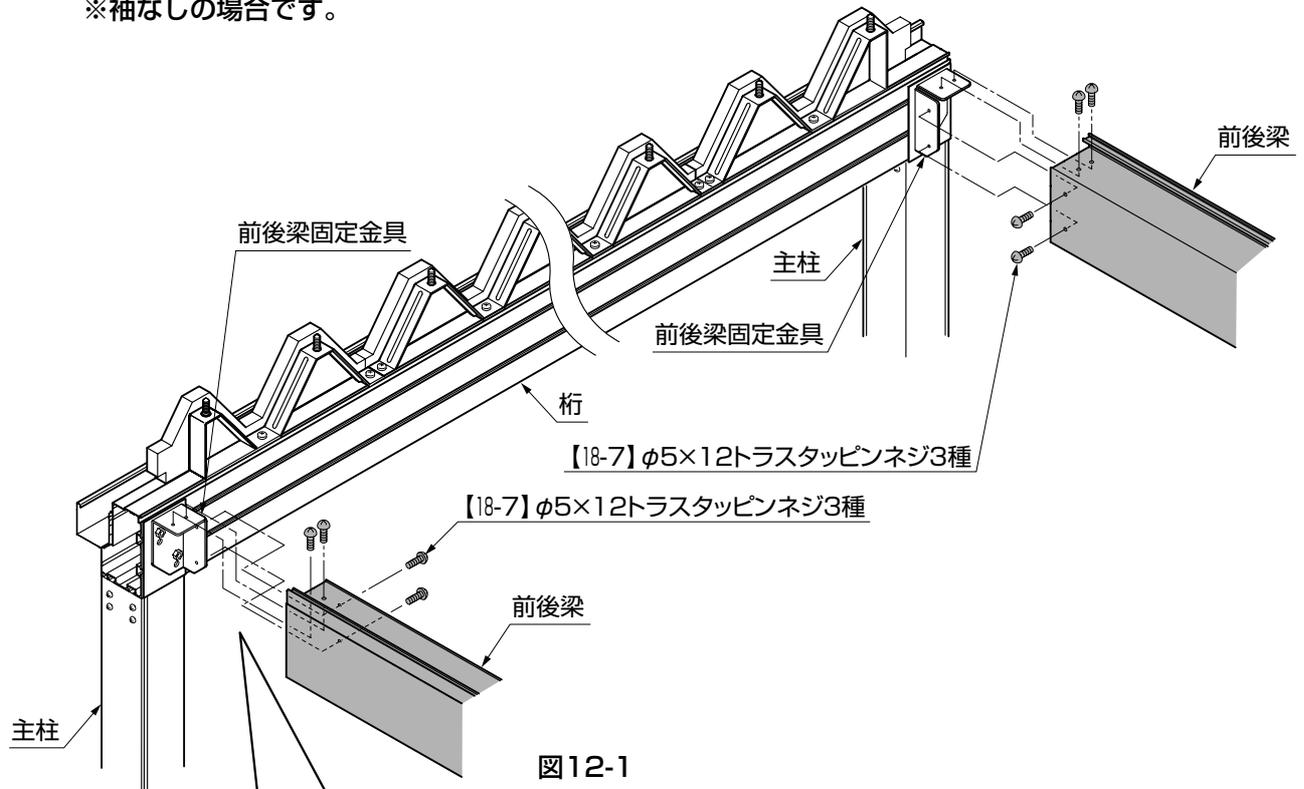

図12-1
①桁に取付けた前後梁固定金具に【18-7】で前後梁を取付けてください。(図12-1参照)